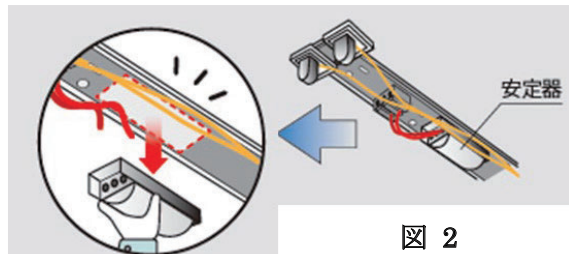

図 2
・LED 化改造工事の記録(上記に近接して表示)(図 2)
(図2)
b) 蛍光灯器具内の安定器は、将来的な保守作業の際に蛍光灯器具と誤認されることを防止するため、取り外す。(図 2 参照)
- 3) 蛍光灯器具の銘板に記載の情報(蛍光灯器具である旨、定格、製造社名、PSEマーク、適合ランプなど)は、無効である旨。(図2参照)